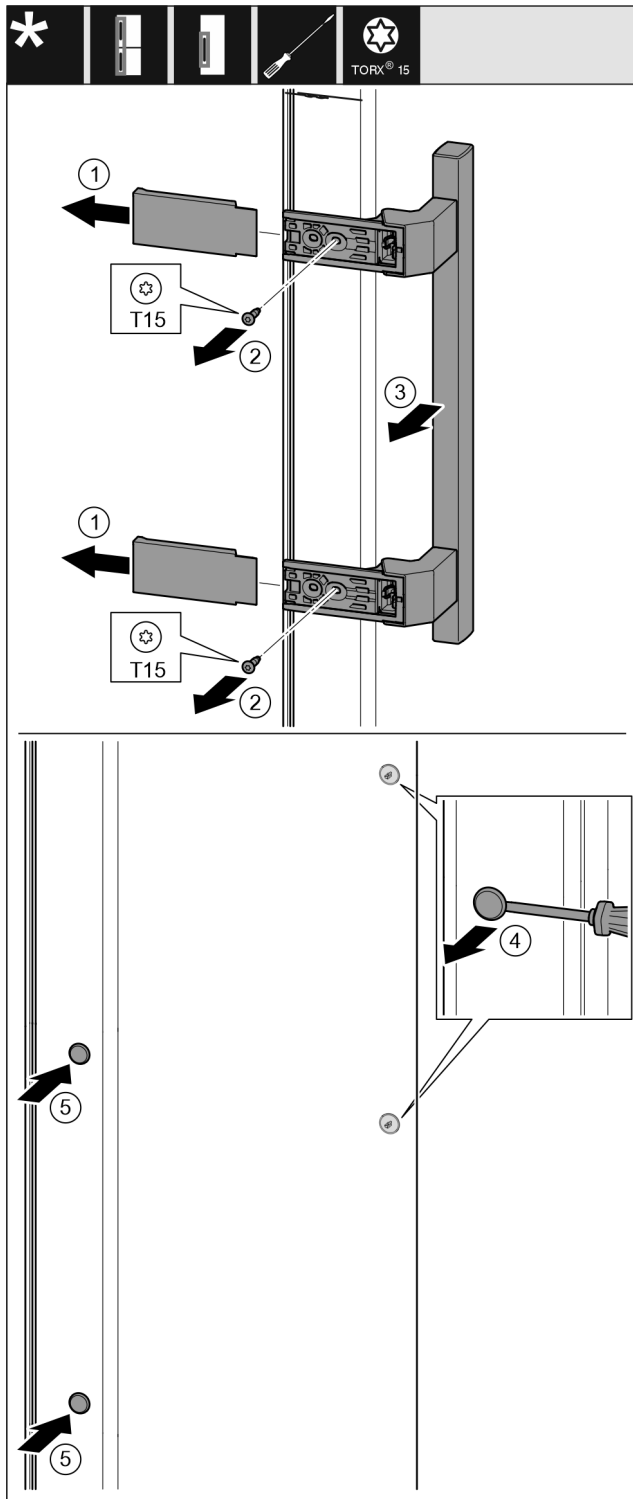

Fig. 13
- ▶ Dra bort skyddet. Fig. 13 (1)
- ▶ Skruva ut skruvarna med en skruvmejsel T15. Fig. 13 (2)
- ▶ Ta bort handtaget. Fig. 13 (3)
- ▶ Bänd försiktigt upp pluggarna på sidan med en spårskruvmejsel och dra ut dem. Fig. 13 (4)
- ▶ Sätt in pluggarna på andra sidan igen. Fig. 13 (5)